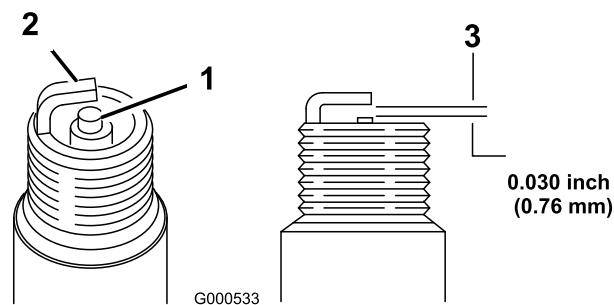

Рисунок 21
5. Установите в свече зазор, равный 0,76 мм; см. (Рисунок 21).